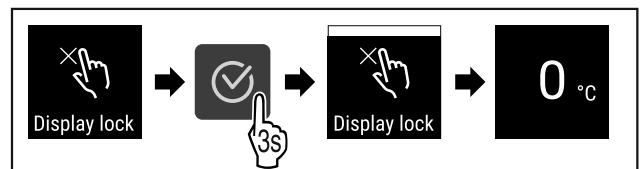

Fig. 66
- ▶ Vykonajte kroky akcie (pozri Fig. 66) .